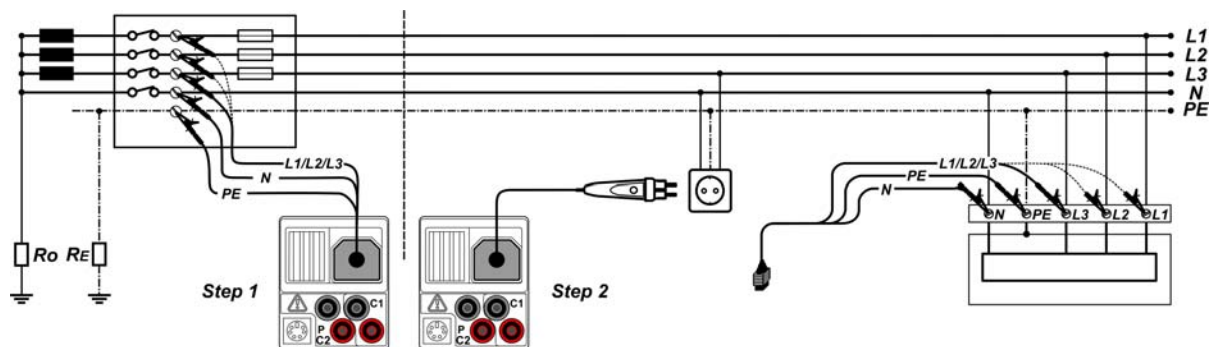

Bild 5.30: Spannungsfallmessung Phase-Nullleiter oder Phase-Phase – Anschluss des Plug Commanders und des Universalprüfkabels
- **Schließen** Sie die Prüfleitungen an der Referenzstelle **an** (siehe Bild 5.30).
- ❑ **Schließen** Sie die Prüfleitungen am Prüfling **an** (siehe *Bild 5.30*).